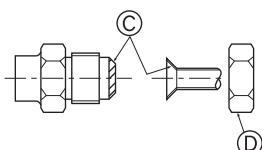

Fig. 4-2
Ⓐ (Fig. 4-2)
Ⓑ (Fig. 4-2)
4.2. Соединение труб (Fig. 4-2)